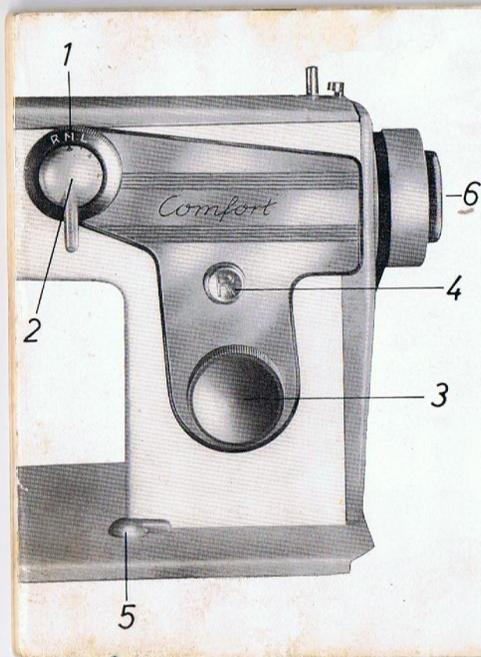

ABBILDUNG 31
Nutznaht-Automatikhebel 1 bei hochgestellter Nadel auf Raste Geradstich stellen (Seite 12 und 19, Abb. 11 und 18). Nadelverstellknopf 1 (Abb. 31, Klappbild) auf M stellen. Zickzack-Schalthebel 2 auf 0, Stichlängenknopf 3 auf gewünschte Stichlänge einstellen.
Nadelverstellknopf 1 (Abb. 31, Klappbild) auf M stellen.
Verwenden Sie den Normalfuß 1 (Seite 5, Abb. 1). Nutznaht-Automatikhebel 1 bei hochgestellter Nadel auf Raste Geradstich stellen (Seite 12 und 19, Abb. 11 und 18). Nadelverstellknopf 1 (Abb. 31, Klappbild) auf M stellen. Transportversenkhebel 5 nach rechts drehen, Stopfschalthebel 2 (Seite 16, Abb. 14) nach unten klappen. Stichlängenknopf 3 (Seite 16, Abb. 14) nahe dem rechten Anschlag (dichter Zickzack-Stich), Zickzack-schalthebel 2 auf entsprechend breiten Zickzack-Stich einstellen.
Verwenden Sie den Normalfuß 1 (Seite 5, Abb. 1). Nutznaht-Automatikhebel 1 bei hochgestellter Nadel auf Raste Geradstich (Seite 12 und 19, Abb. 11 und 18), Nadelverstellknopf 1 (Abb. 31, Klappbild) auf R oder L, Zickzack-Schalthebel 2 auf entsprechende Zickzack-Breite, Stichlängenknopf 3 auf entsprechende Dichte einstellen. Durch Übernähen von buntem Perlgarn usw. mit Zickzack-Stichen lassen sich sehr schöne Effekte erzielen.
**Schwänzelarbeit:** Verwenden Sie den Normalfuß 1 (Seite 5, Abb. 1). Nutznaht-Automatikhebel 1 bei hochgestellter Nadel auf Raste Geradstich stellen (Seite 12 und 19, Abb. 11 und 18). Transporteurversenkhebel 5 (Abb. 31, Klappbild) nach rechts drehen. Zickzack-Schalthebel 2 auf 4 stellen. Stichlängenknopf 3 nahe dem rechten Anschlag (dichter Zickzack-Stich) bringen. Den Stoff straff in einen Stickrahmen einspannen. Bei gleichmäßigem, mittlerem Gang der Maschine den Rahmen **rasch abwechselnd**, locker nach **links und rechts** drehen, so daß eine federartige Musterung entsteht.
rückseitig Abbildung 31